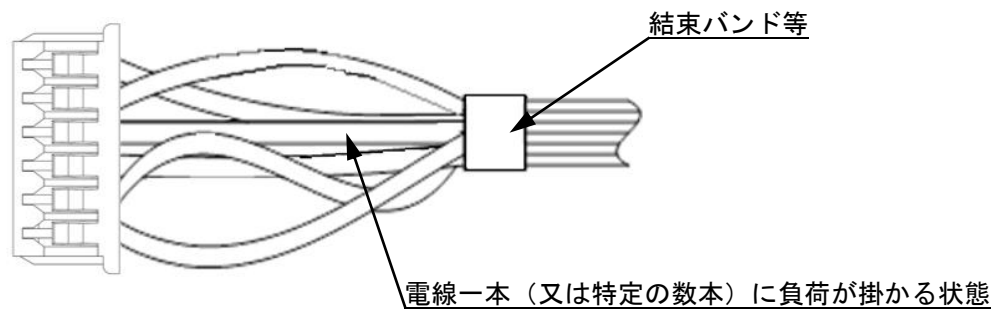

Fig.7-2 不適切なハーネス結束状態
- ② ハーネス品で、電線一本（又は特定の数本）に力が加わらない様にしてください。(Fig.7-2)